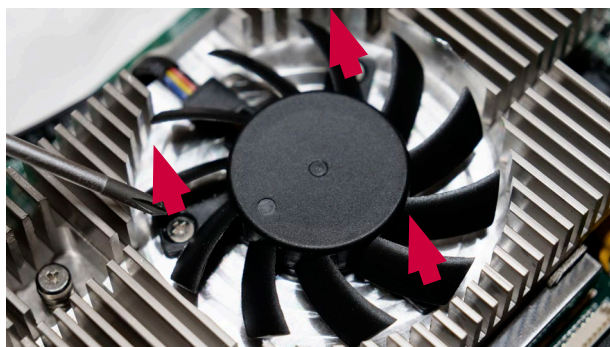

Bild 29 Ta bort skruvarna från fläkten
b) Lossa de tre skruvarna som håller fläkten på plats (bild 29)
- f) Sätt dit de tre skruvarna som håller fast VDI-kortet (se bild 29) och dra åt dem (till högst 0,3 Nm)